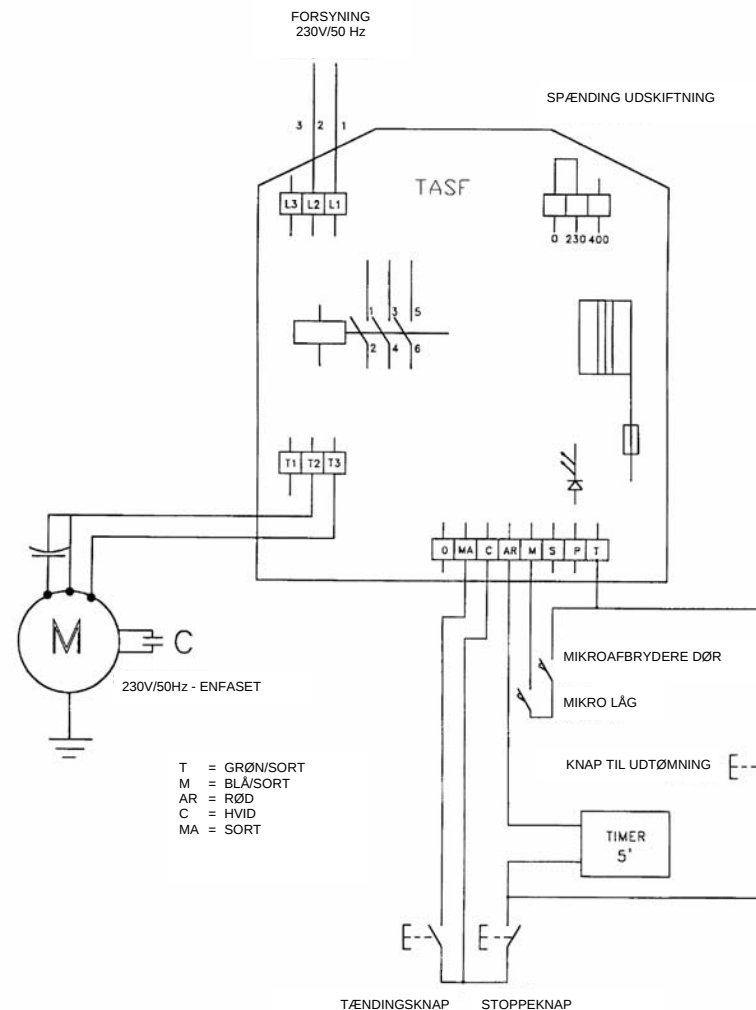

FIG. 6 - Elektrisk skema enfaset
- FIG. 6 - Elektrisk skema enfaset side 11